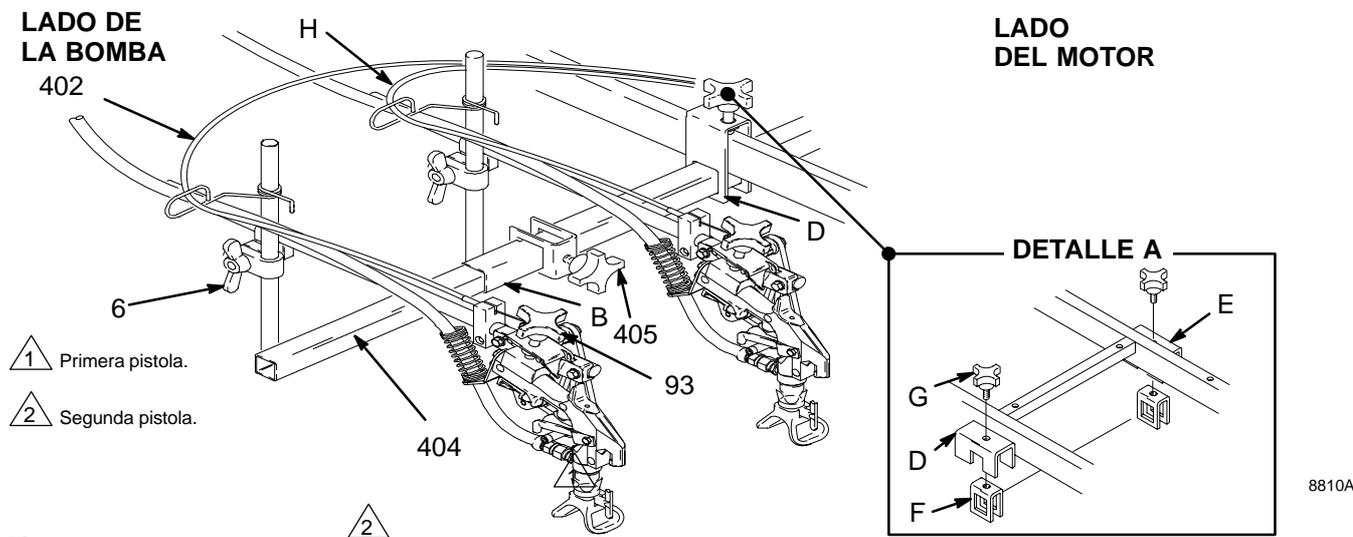
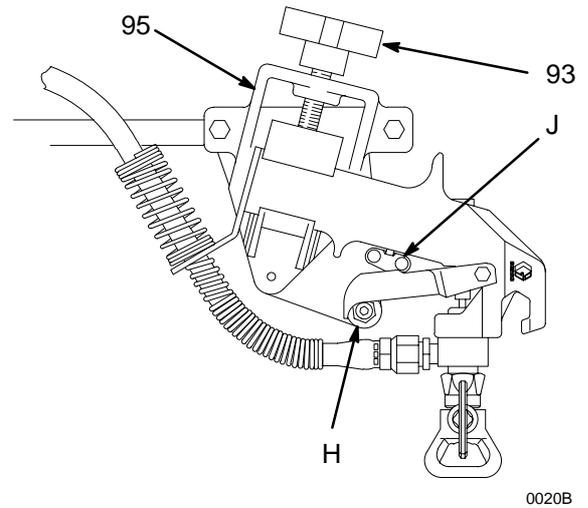

Fig. 3
Fig. 4
1. Para las dos pistolas, desenganche el cable (402, H) y enganche la palanca de seguridad del gatillo. Vea la Fig. 4.
2. Afloje la perilla del soporte de la pistola (93) y retire las pistolas. Apártelas para que no le molesten.
3. Retire los pasadores (G) de las dos abrazaderas del carro (D); el vástago del carro (B) y las abrazaderas de extensión (F) se caerán.
5. Coloque el vástago del carro por debajo de las abrazaderas del carro (D). Alinee los orificios de la parte superior de las abrazaderas de extensión (F) con los orificios del vástago del carro e instale los pasadores (G). Vea la Fig. 3, DETALLE A.
6. Afloje las abrazaderas del poste/brazo (6) y gire los brazos de la pistola (G) hacia adelante. Apriete las abrazaderas.